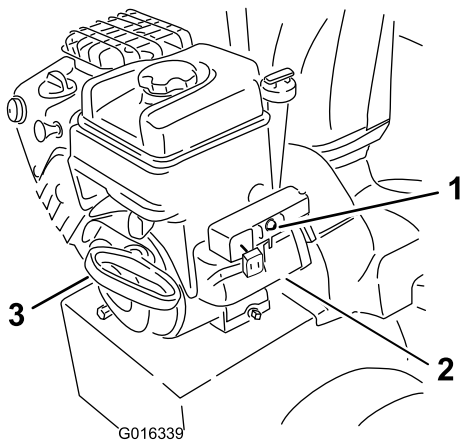

Bild 24
- Lassen Sie die Maschine mit dem Rücklaufstarter oder dem Elektrostart an (Bild 24).